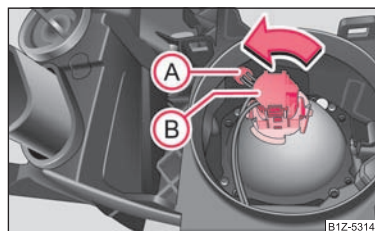

Fig. 192 Demontarea lămpii de poziție și de întâlnire
- Scoateți dulia **(A)** afară ⇒ fig. 192.
- Rotiți fișa cu becul **(B)** spre stânga până la limită și scoateți-o ⇒ fig. 192.